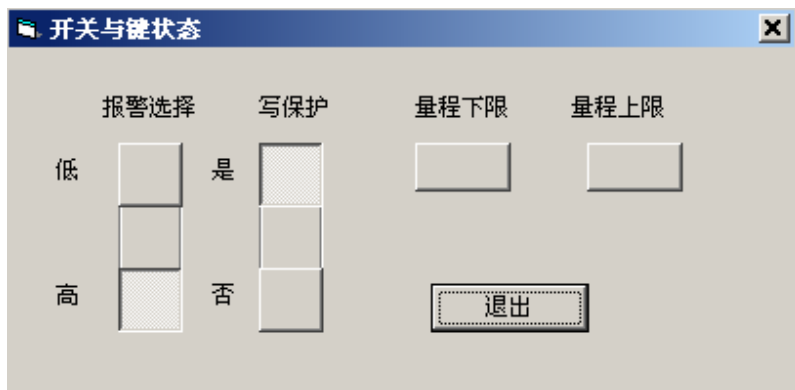

图7-4
**开关与键检查对话框：**用以检查仪表上按键等是否良好，界面如图7-4 所示，当智能部件上的开关或按键有变化时，界面上的相应器件会随之变化。